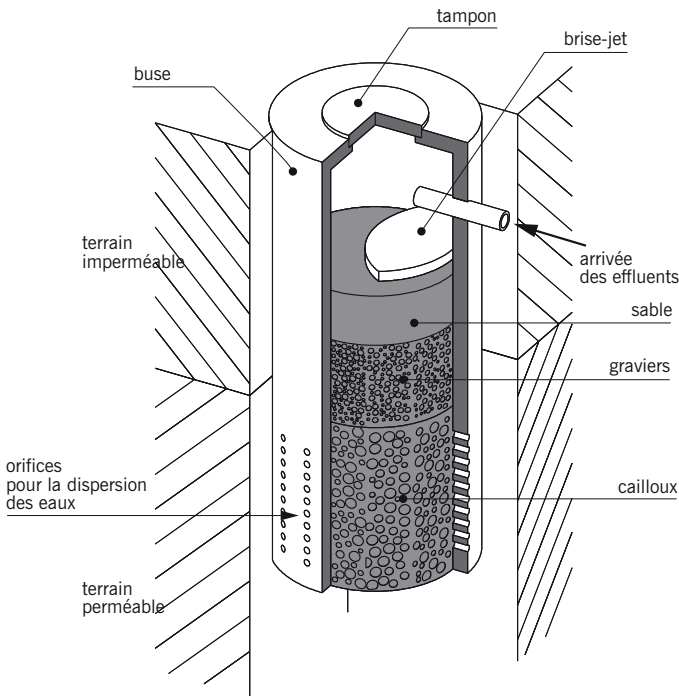

fig. 15.23
■ Le **puits d'infiltration** ou **puits filtrant** (fig. 15.23) : dispositif de dispersion des eaux préalablement épurées, utilisé lorsque le terrain superficiel est imperméable et qu'il existe, en profondeur, une couche perméable. Le puits est constitué de plusieurs éléments de canalisations en béton moulé, appelés **buses**, assemblés verticalement. Dans la partie inférieure du puits, les buses sont perforées. Les eaux en provenance d'un lit filtrant drainé traversent successivement le sable, les graviers et les cailloux avant de se disperser dans le sol.